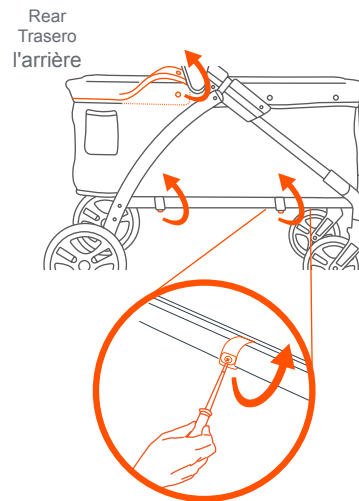

Fig. 15b
- Remove the screws from the bottom of the frame (Fig. 15b).
- Undo the hook and loop on the rear end of the frame (Fig. 15b).
- Retire los tornillos de la parte inferior del armazón (Fig. 15b).
- Desprenda el gancho y bucle en el extremo trasero del armazón (Fig. 15b).
- Retirer les vis de la base du cadre (Fig. 15b).
- Défaire la fixation en crochet et boucle à l'extrémité arrière du cadre (Fig. 15b).